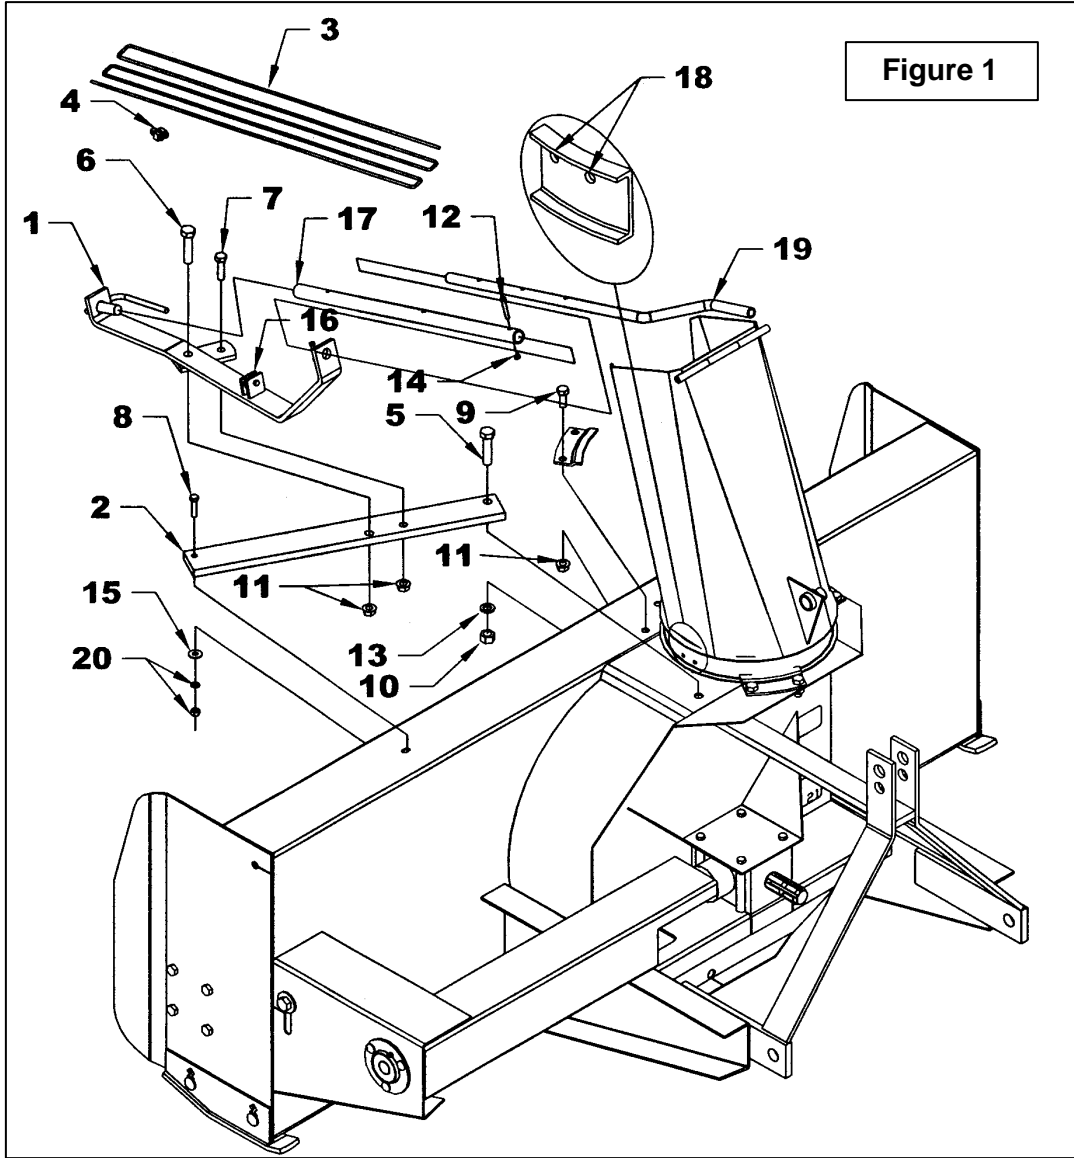

Figure 1a
1. **Figure 1a:** Placer le côté gauche du déflecteur parallèle avec l'avant de la souffleuse, tel qu'illustré à la page suivante.